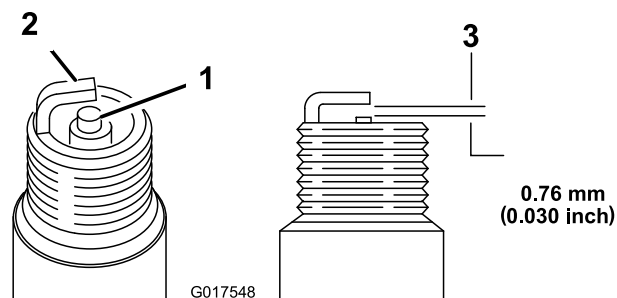

Figura 22
- Defina folga na vela para 0,76 mm (Figura 22).